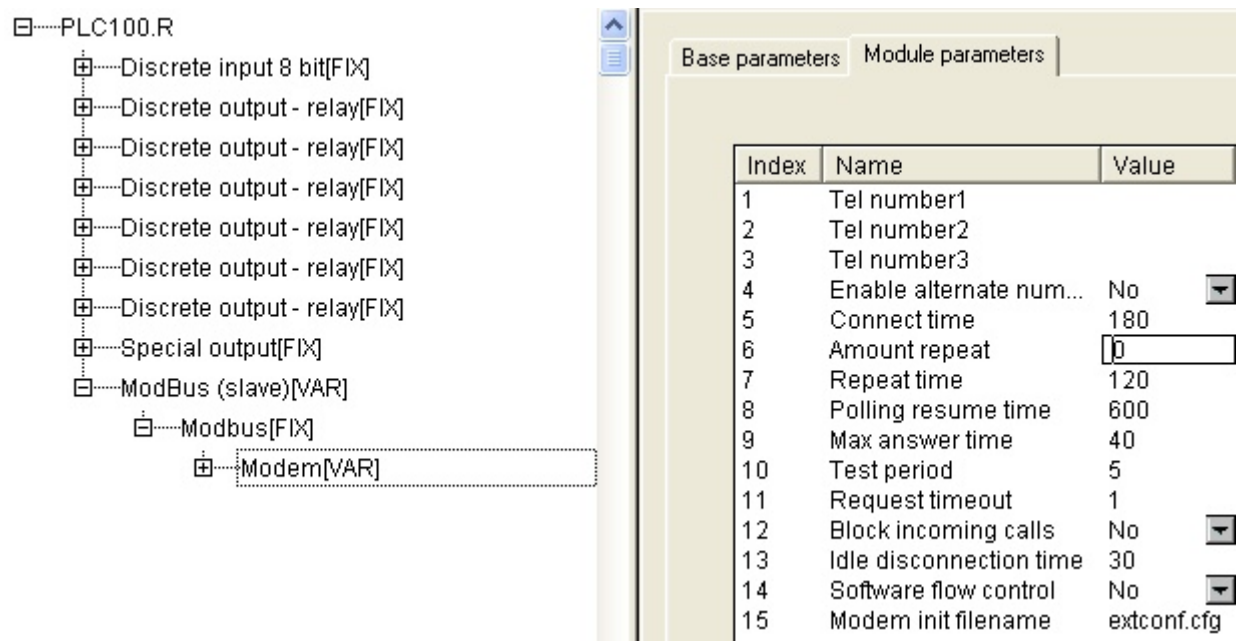

Рис.1.4
5) Настроить подмодуль «Modem» на работу в режиме «Ожидания вызова» (Рис.1.4). **Описание параметров модуля «Modem» представлено в документе «PLC_Configuration_OWEN.pdf», находящимся на Диске ПЛК в разделе «Документация». Режимы работы описаны в приложении «Д» этого же документа.**